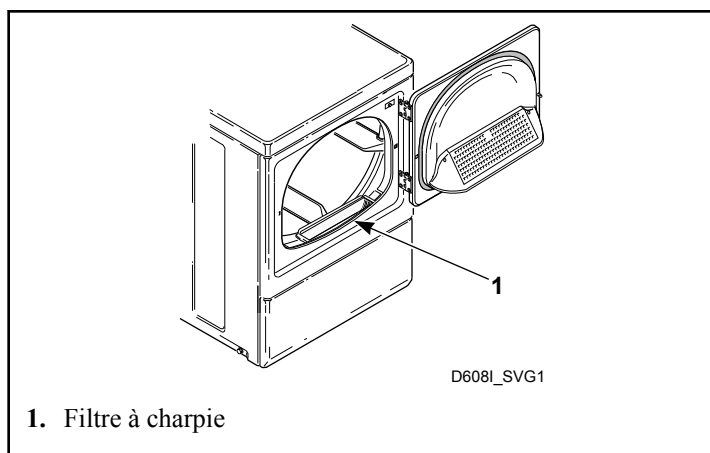

Figure 47
**TOUJOURS NETTOYER LE FILTRE À CHARPIE AVANT DE SÉCHER DES VÊTEMENTS.** (Consulter la *Figure 47* pour l'emplacement du filtre à charpie.) Il est important de nettoyer le filtre à charpie, car s'il est recouvert d'une couche de charpie le débit d'air est bloqué, ce qui réduit l'efficacité de la sècheuse. Les vêtements ne sèchent plus et l'énergie est gaspillée.